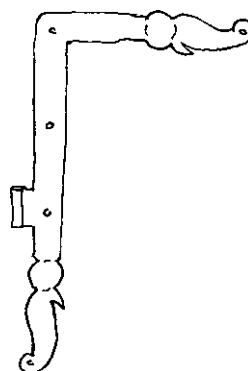

Fig. 24. Gångjärnsbeslag.
- Gångjärnsbeslagen (fig. 24) är restaurerade eller nyttillverkade av smeden på hyttan.